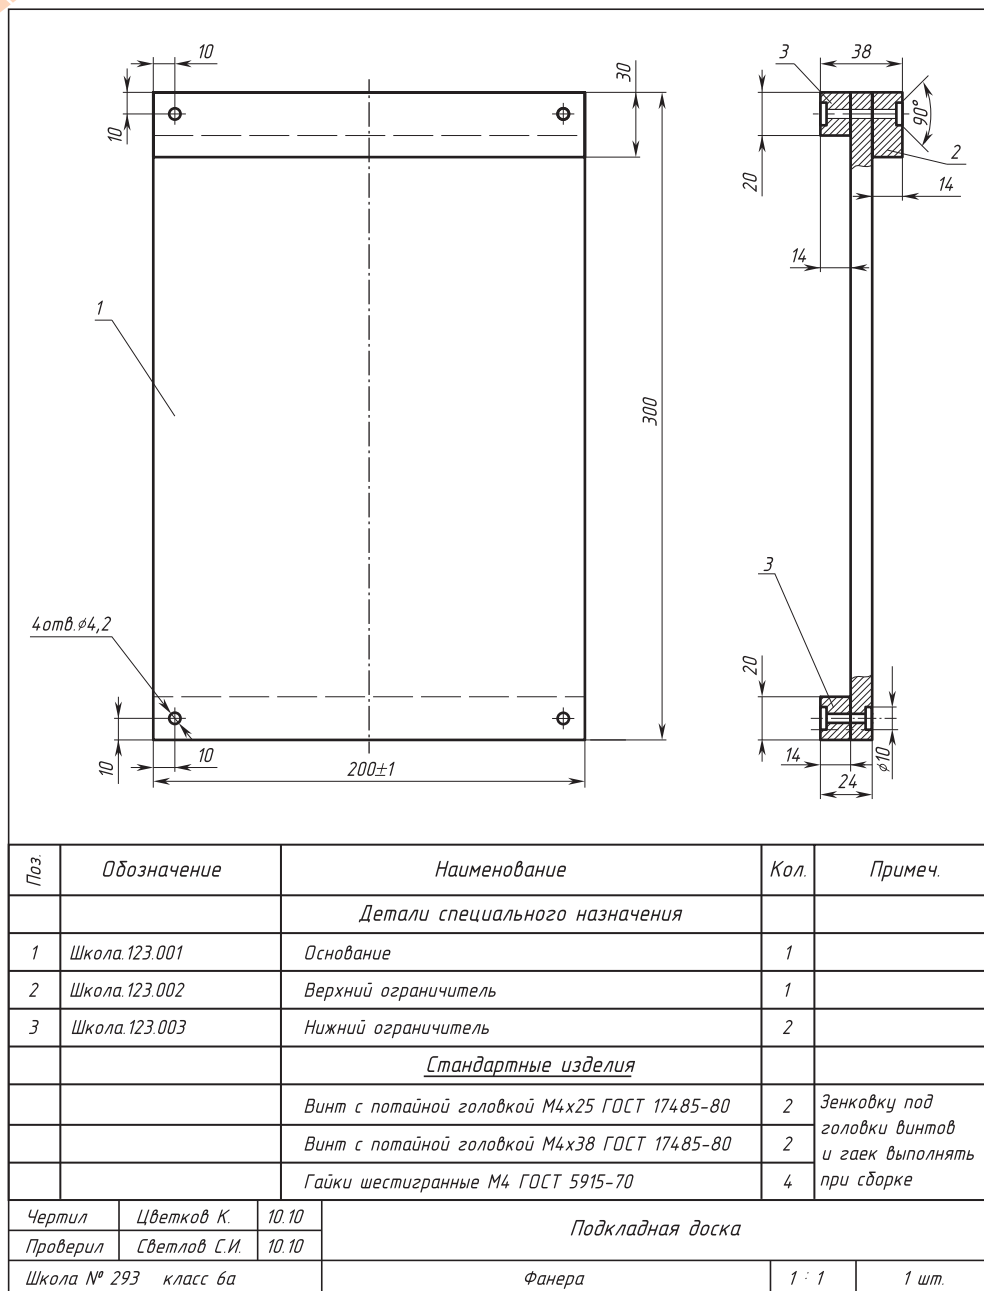

Рис. 1.7. Сборочный чертёж подкладной доски для столярного верстака
1. Рассмотрите рисунок подкладной доски для столярного верстака (рис. 1.6) и прочитайте её сборочный чертёж и спецификацию (рис. 1.7).